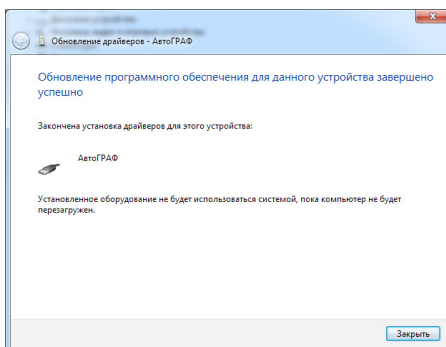

Рис.4. Новое устройство «АвтоГРАФ».
- После успешной установки система автоматически распознает подключенное устройство (Рис.4).